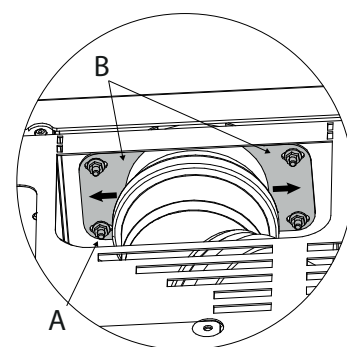

fig. 5.7a
Voor de afstellingen moeten de vier moeren (A) worden losgedraaid en moeten de twee beugels (B) langs de sleuven verplaatst worden tot de correcte aanscherping wordt verzekerd. (afb. 5.7a)